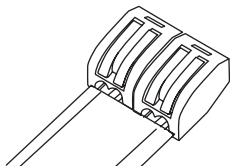

Рисунок 8. Датчик ленточный с установленными клеммами концевыми
В случае необходимости укоротить датчик, осуществите самостоятельную оконцовку датчика ленточного с помощью клеммы концевой (рисунок 8, в комплект поставки не входит и приобретается отдельно: www.stahl-mann.ru, Артикул 7725271) в следующем порядке:
- зажмите провода датчика в соответствующие входы клемм концевых соблюдая последовательность (на один датчик ленточный требуется установка 2-х клемм концевых, рисунок 8).